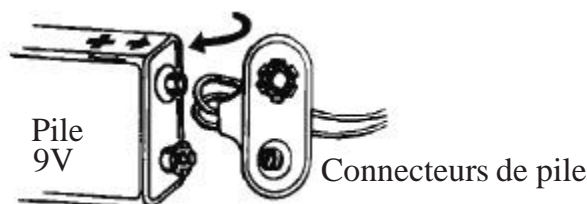

Figure 1: Connexion de la pile
2. Connectez la pile : Enclenchez solidement les connecteurs de la pile (voir figure 1). Appuyez sur le bouton Test pour que la sonnerie se déclenche.